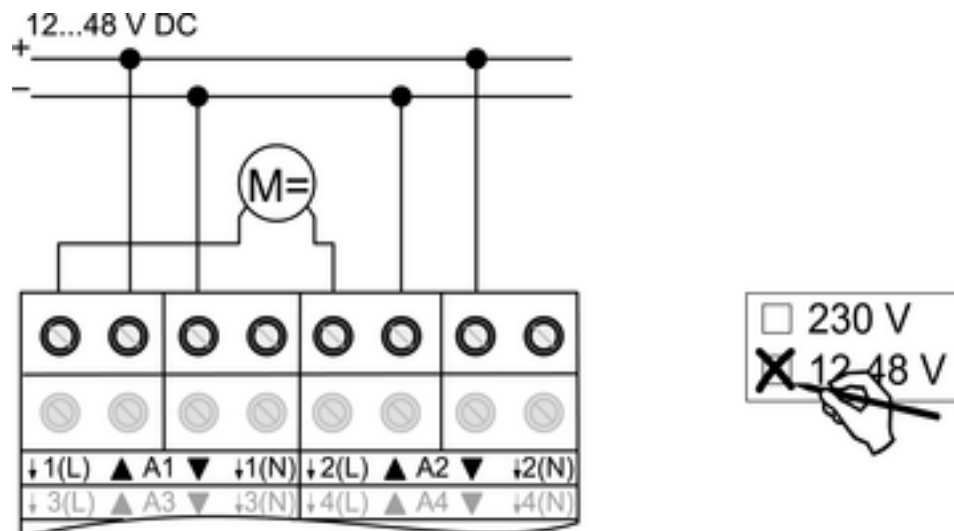

Bild 8
- Anslut motorerna (bild 8).
- Ange på etiketten att **12-48 V** ska användas (bild 8).